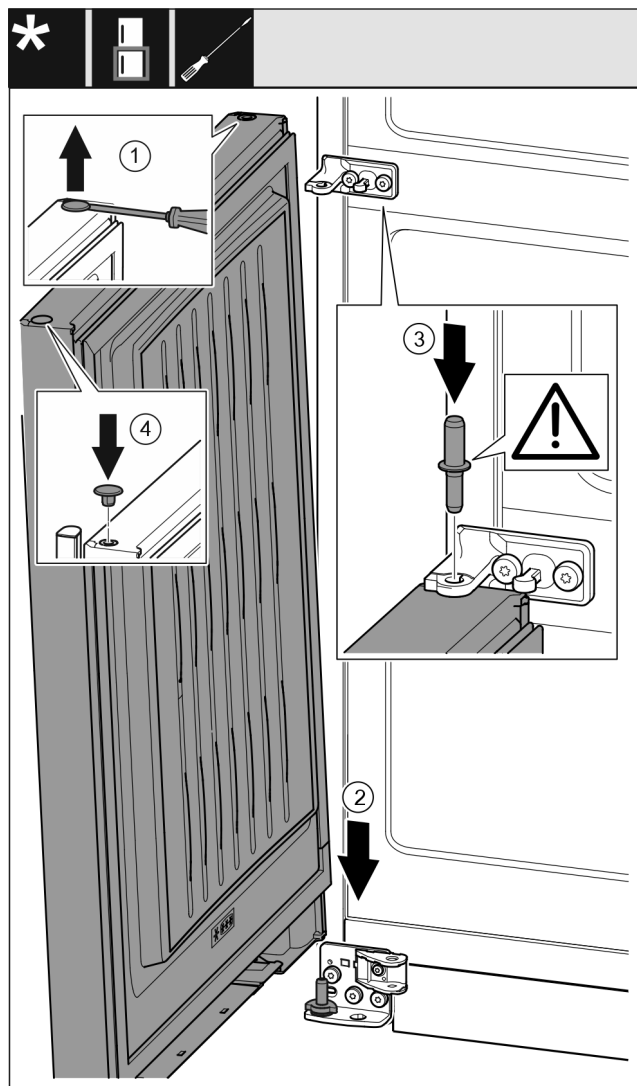

Fig. 35
- ▶ Óvatosan emelje meg a dugót Fig. 35 (1) lapos csavarhúzóval, és húzza ki.
- ▶ Helyezze fel az ajtót Fig. 35 (2) felülről az alsó csapszegre.
- ▶ Helyezze a középső csapszeget Fig. 35 (3) a középső csapágybakon keresztül az alsó ajtóba. Ügyeljen közben arra, hogy a reteszelő bütyök hátrafelé mutasson.
- ▶ Tegye vissza a dugót Fig. 35 (4) az ajtó másik oldalára.